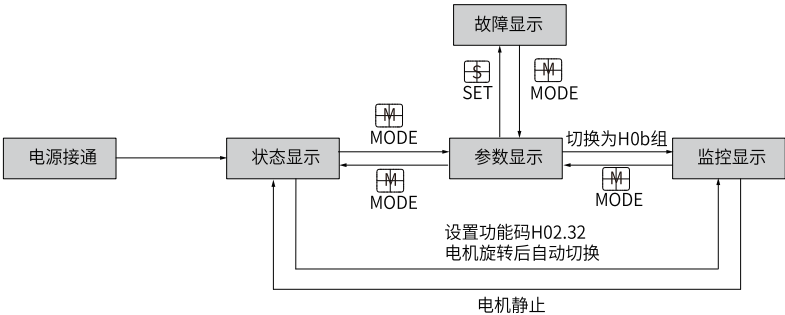

图1-2 面板各类型显示切换方法示意图
- 按“MODE”键可在不同显示模式之间切换，切换条件如 第15页 “图1-2” 所示。